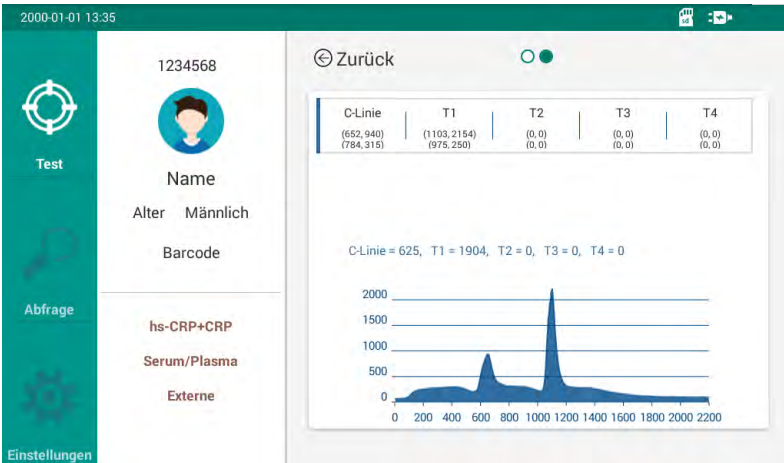

Abbildung 6.8 Testreaktionskurve
- 5) Wechseln Sie das Symbol “ ” um die Testreaktionskurve anzuzeigen, wie in Abbildung 6.8 gezeigt;